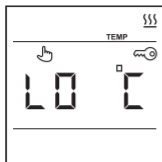

Рис. 25
1. Невозможности системы разогреть поверхность выше $+5\text{ }^{\circ}\text{C}$, на дисплее появляется соответствующая информация (рис. 25), терморегулятор не будет отключать обогрев поверхность в течение 4 часов (индикация – включённый обогрев) затем, если температура поверхности не изменится, обогрев будет выключен (индикация – выключенный обогрев).